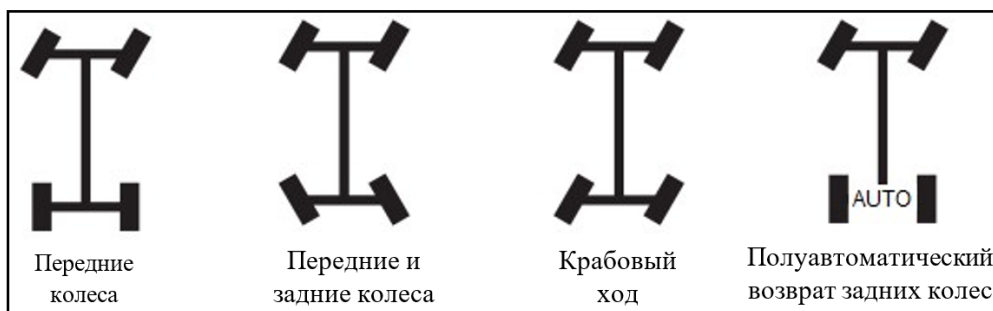

Рисунок 5.50 Панель переключателей
- ▶ Войти в меню «Панель переключателей» на дисплее см. рис. 5.50;